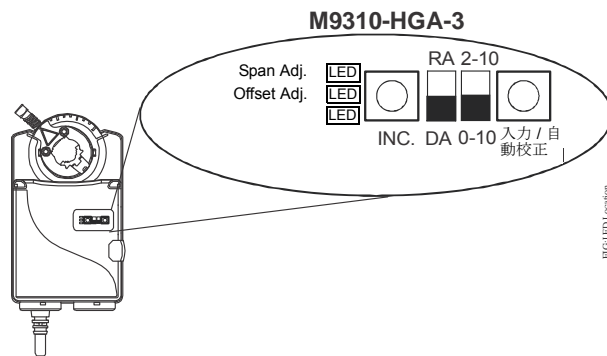

図 20: ディップスイッチと LED の配置
**重要：** M9310-HGA-3 アクチュエータをフローティング動作モードで使用する場合は、ディップスイッチが 2 ~ 10VDC オプションの位置に入っていることを確認してください。この設定で、漏電を示すコントローラーのトライアック出力に対応させることができます。ディップスイッチの位置設定については図 20 を参照してください。
自動校正プロセスを完了するには、3 個の LED がすべて点灯するまで **Enter/Autocal** (入力 / 自動校正) を押します。ディップスイッチと LED の図は図 20 で確認してください。
- まずデイップスイッチ 1 と 2 を設定してから次に進みます。デイップスイッチの位置設定については図 20 を参照してください。